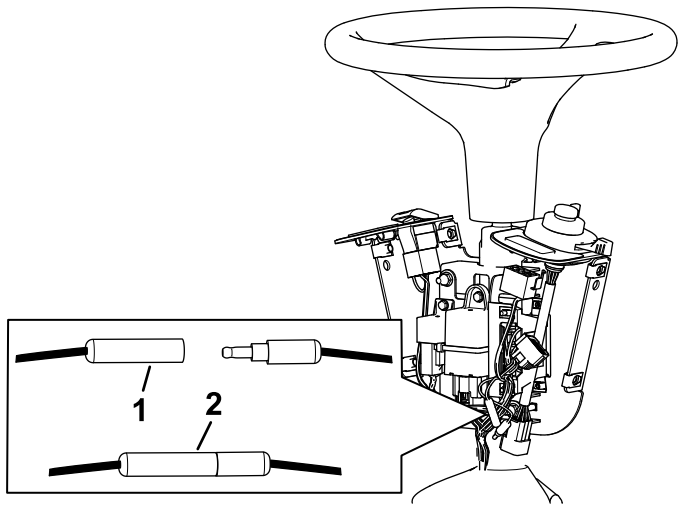

図 9
8. 北米地域で使用する場合には、弾丸形コネクタを図9のように接続する。